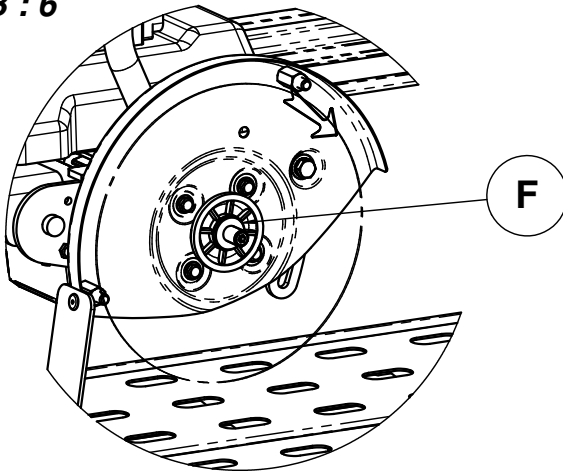
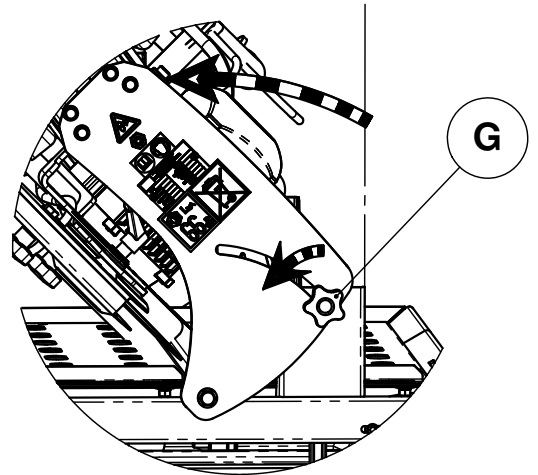
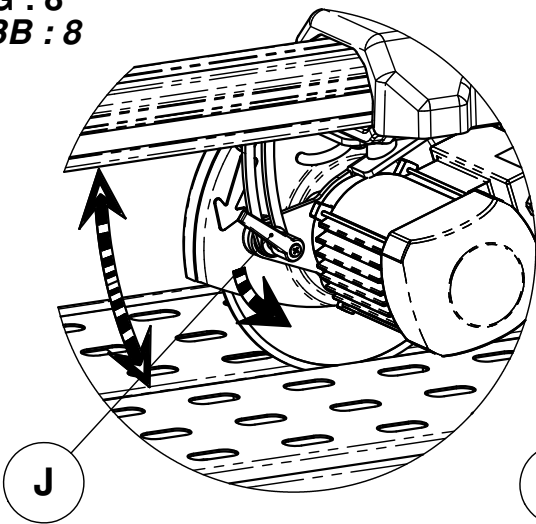

FIG : 7
FIG : 8
FIG : 9
- * ослабьте два настроечных маховика (G) [рис. 7].
- * ослабьте барашек (J).
- * настройте требуемую глубину резки [Рис. 8]
- * затяните барашек (J).
- * настройте винт (K) [Рис. 9].
- * и законтрите винты (K) (регулировка передних и задних стоек).